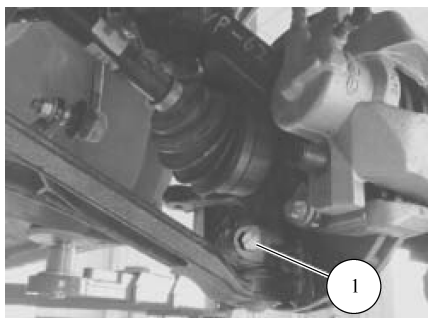

图 4-8 松开车轮支柱螺母
- 22) 拧松固定横臂式前悬架到车轮支柱的螺栓 1，如图 4-8 所示。